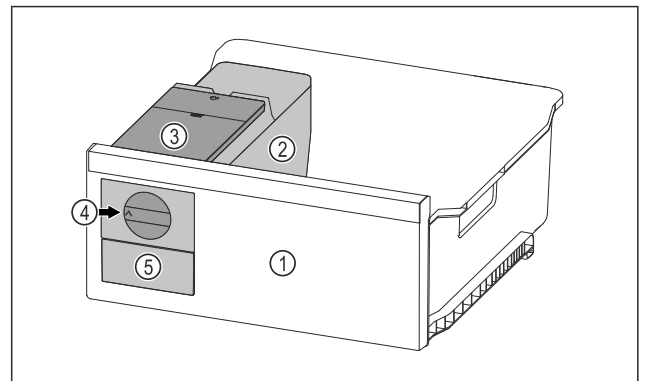

Fig. 70 Voorbeeld
- ▶ Draaiknop Fig. 70 (4) rechtsom tot aan de aanslag draaien.
▶ Ijsblokjes vallen uit de ijsblokjeschaal in de ijsblokjeslade Fig. 70 (5).